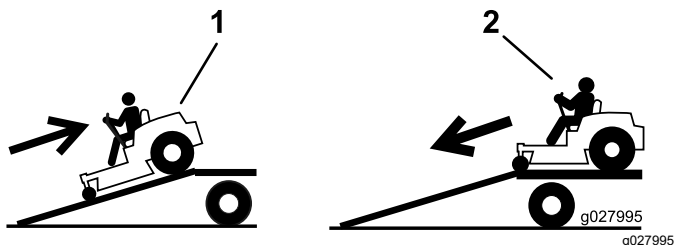

Bild 32
4. Fahren Sie die Maschine rückwärts die Rampe hoch (Bild 32).
2. Fahren Sie die Maschine vorwärts von der Rampe herunter (Bild 32).